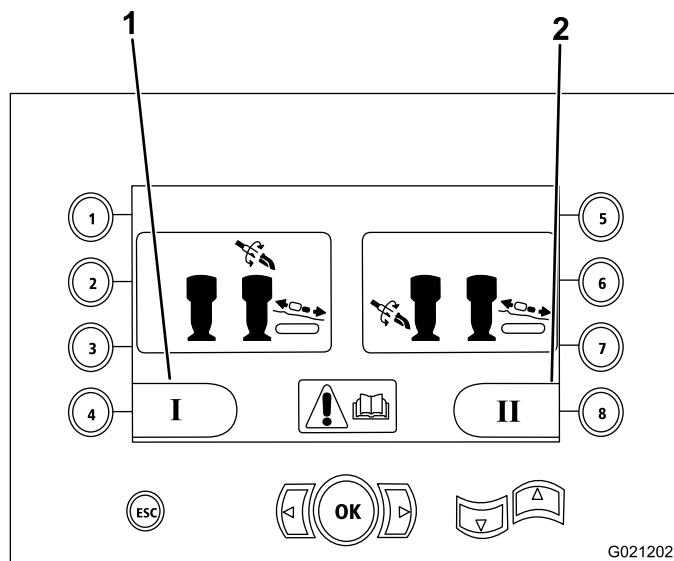

Bild 13
- Modus I: Die Bohrfunktionen liegen auf dem rechten Joystick und der linke Joystick dient zur Bedienung des Gestängeladers und der Schlüssel (Bild 13).
Drücken Sie Taste 4, um diesen Modus auszuwählen (Bild 13).
- Modus II: Die Funktionen zum Bohren, der Schlüssel und des Gestängeladers werden zwischen linkem und rechtem Joystick aufgeteilt (Bild 13).
Drücken Sie Taste 8, um diesen Modus auszuwählen (Bild 13).